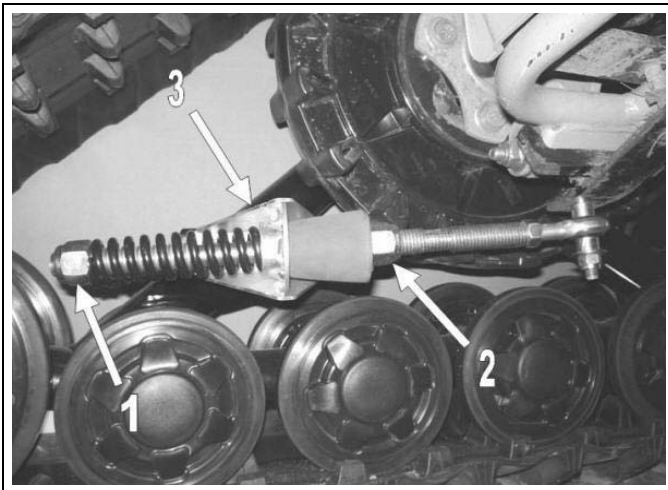
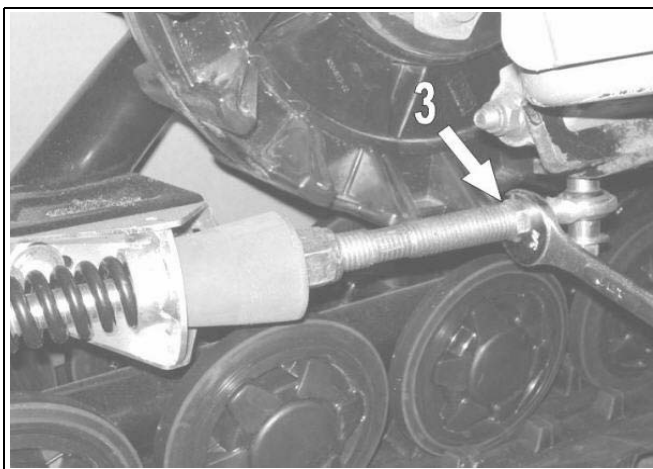

Figure 9
Figure 10
- Desserrer l'écrou (1) comprimant le ressort du bras stabilisateur (voir la Figure 9).
- Tourner l'écrou (2) jusqu'à ce que l'amortisseur de caoutchouc soit en contact avec l'attache anti-pivot (3) et comprimer ensuite l'amortisseur de caoutchouc en tournant l'écrou (2) d'un tour.
- Tourner l'écrou (1) jusqu'à ce qu'il vienne en contact avec le ressort. Comprimer ensuite le ressort en tournant cet écrou de 1,5 tour.
*NOTA: Dans certains cas rares où l'ajustement de l'écrou (article 1, Figure 9) comprimant le ressort se situe près de l'extrémité de la tige filetée, rallonger l'assemblage en desserrant l'écrou de blocage (article 3, Figure 10) et dévisser la tige afin que les filets de la rotule soient visibles sur au plus 19 mm. **S'assurer que l'écrou de blocage est bien barré contre la tige filetée après l'installation.***